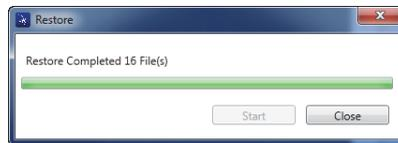

Figura 7-31 Cuadro de diálogo Restore (restauración completada)
5. Cuando el proceso de restauración ha finalizado, haga clic en el botón **Close**. Ver la Figura 7-31 en la página 234.